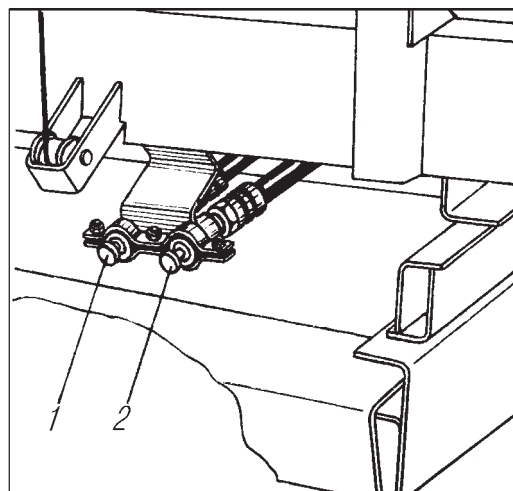

Рис. 20. Гидровыводы:
**Гидровыводы** (рис. 20) для присоединения гидросистемы прицепа расположены в задней части автомобиля под платформой. Через гидровывод 1 осуществляется подъем платформы прицепа, через гидровывод 2 — закрывание ее бортов.